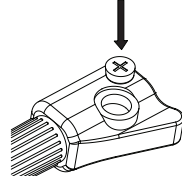

Abb.2
---Legen Sie die CR2032-Batterie in das Batteriefach ein, die positive Seite der Batterie (+) muss nach außen zeigen (Abb.2).